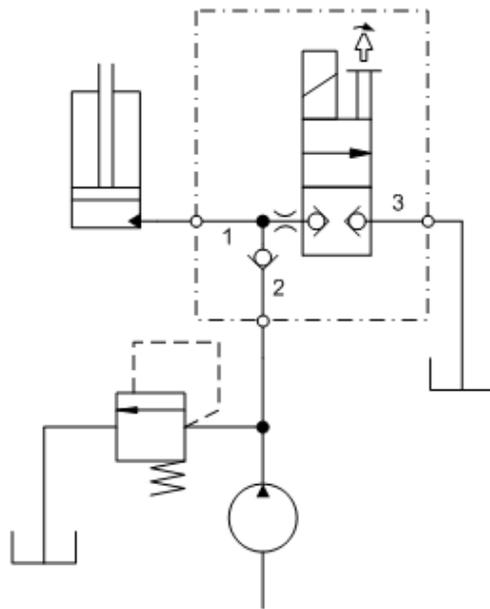

图 5.
- 该阀可应用于控制单作用液压缸运动以及负载保持的回路中(如图5所示)。